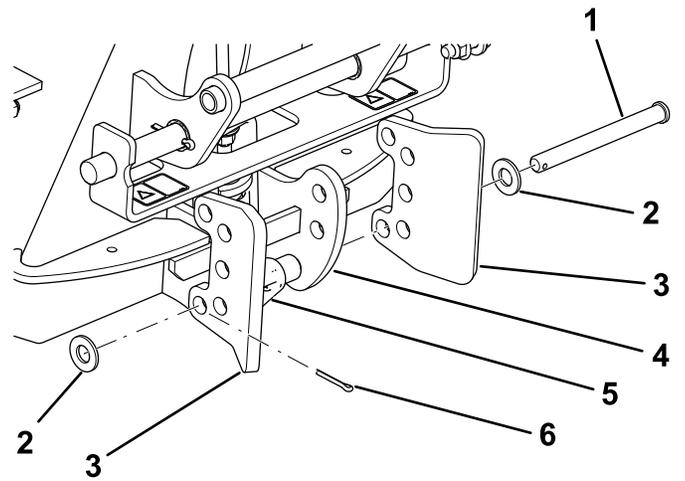
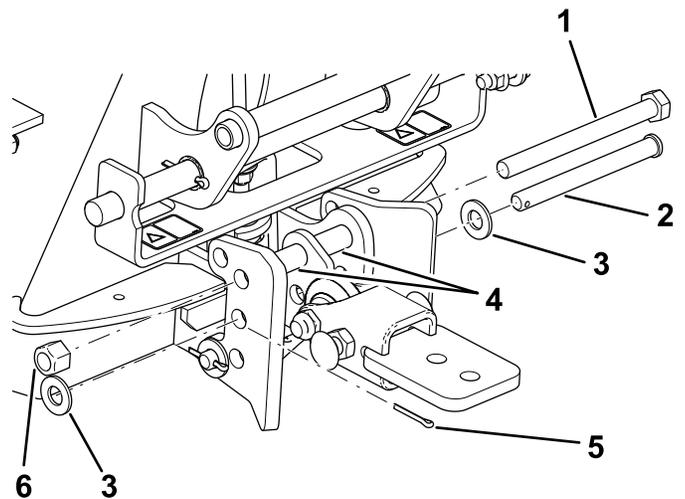

Bild 8
Bild 9
2. Verbinden Sie die Kugelhängevorrichtung mit dem Adapter wie in Bild 8 und Bild 9 dargestellt.